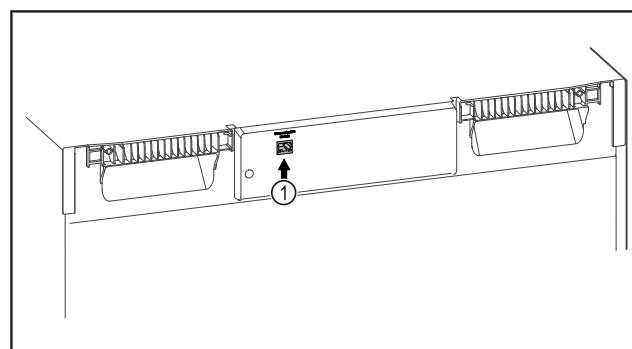

Fig. 114
- ❑ El SmartModule Fig. 114 (1) está colocado.